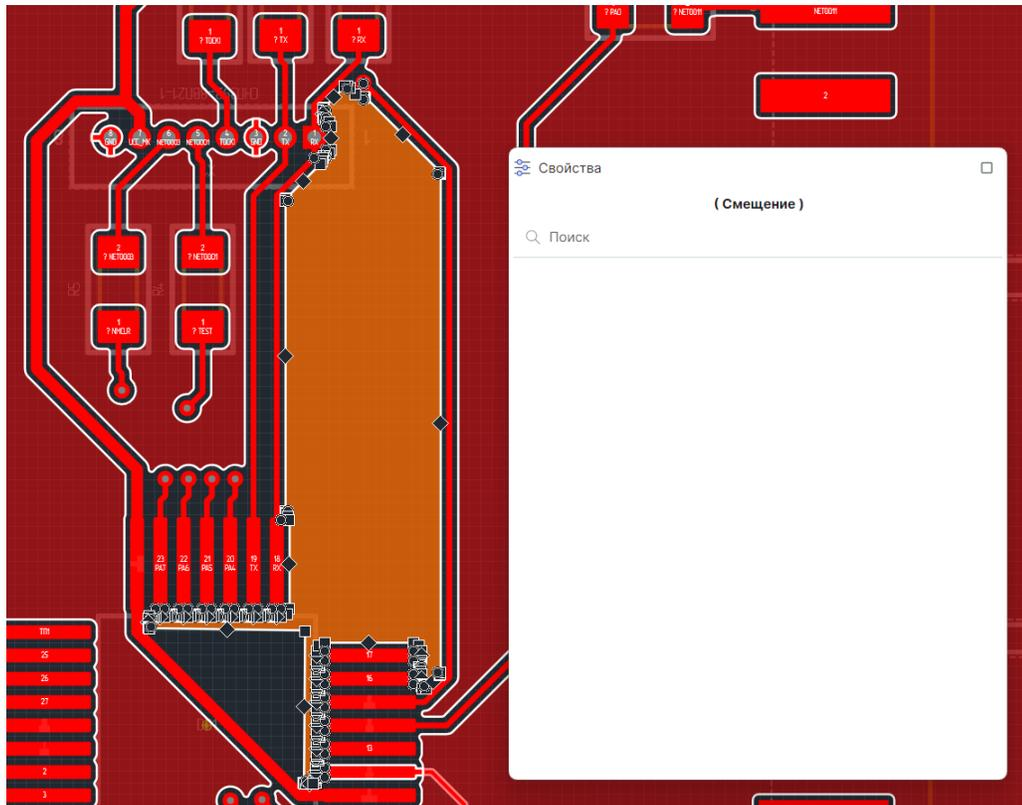

Рис. 460 Изменение геометрии островка металлизации
3. Измените геометрию островка, перемещая точки трансформации, см. Рис. 460.